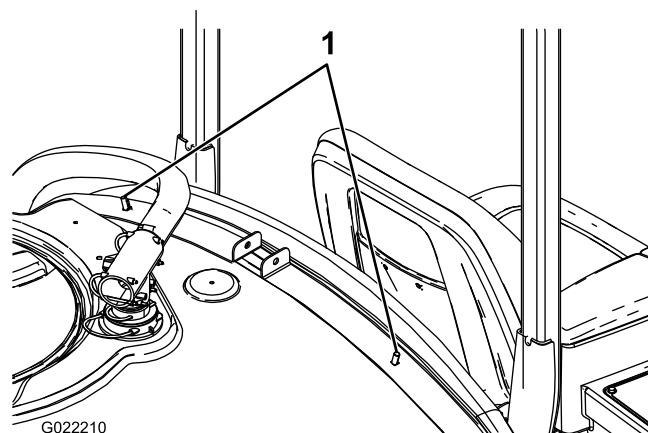

Figure 2
2. Placez 2 boulons de carrosserie dans les trous intérieurs des sangles avant du réservoir (Figure 2).